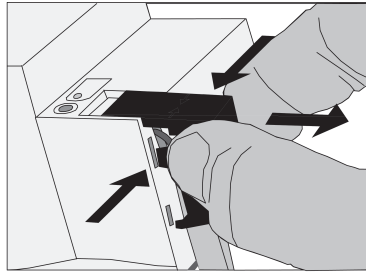

рисунок 8: Снятие защитной крышки
- Надавить на защитную крышку сбоку и снять ее (рисунок 8).